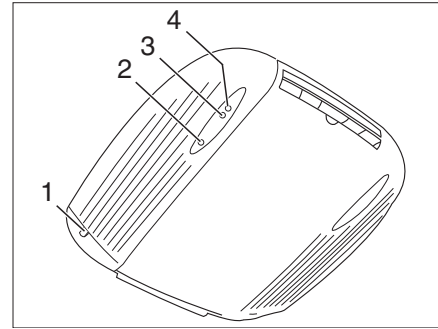

Fig. 116 Vue de l'intérieur
- Raccorder le véhicule à l'alimentation 230 V. La climatisation est prête à fonctionner. La DEL rouge (Fig. 116,2) s'allume.
Le voyant de contrôle vert (Fig. 116,3) indique le fonctionnement de refroidissement, le voyant de contrôle rouge (Fig. 116,4) le fonctionnement de chauffage.